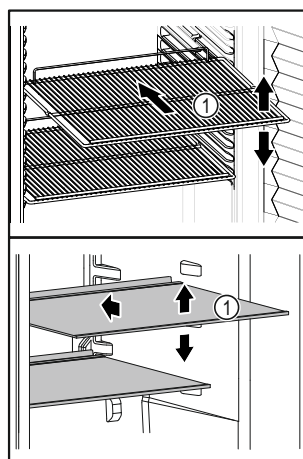

Fig. 66 Immagine a titolo di esempio
- Se i ripiani Fig. 66 (1) sono spostati, adattare i ripiani in base all'altezza.